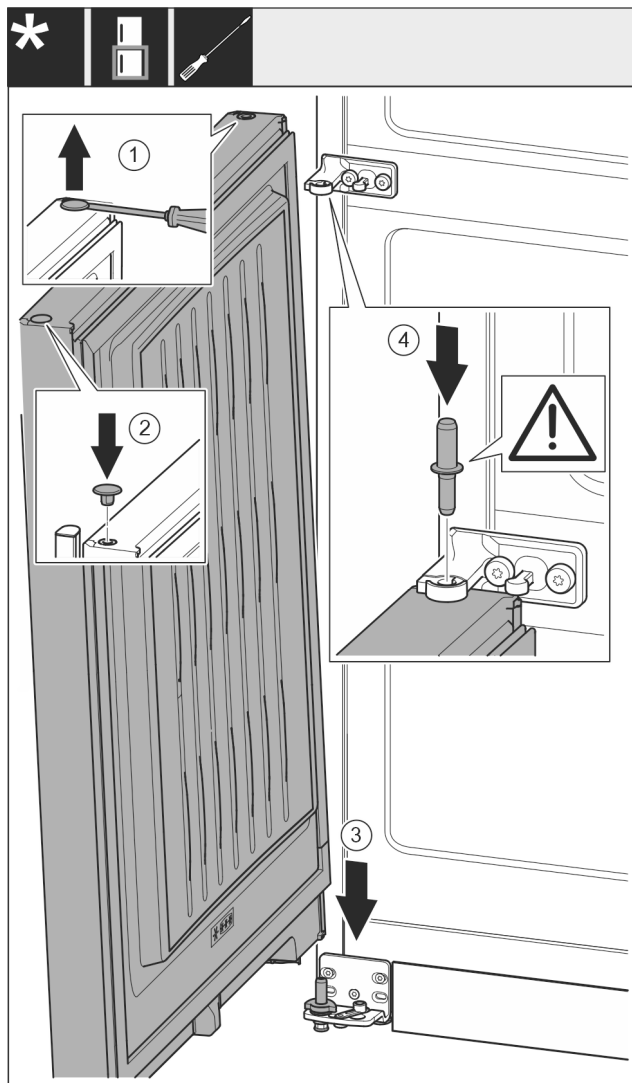

Fig. 20
- ▶ Løft forsigtigt proppen Fig. 20 (1) af med en kærvt skrue-trækker, og træk den ud.
- ▶ Indsæt atter proppen Fig. 20 (2) på den anden dørside.
- ▶ Påsæt døren Fig. 20 (3) oppefra på den nederste lejebolt.
- ▶ Indsæt den midterste lejebolt Fig. 20 (4) gennem det midterste hængsel i den nederste dør. Sørg for, at låseknasten vender bagud.